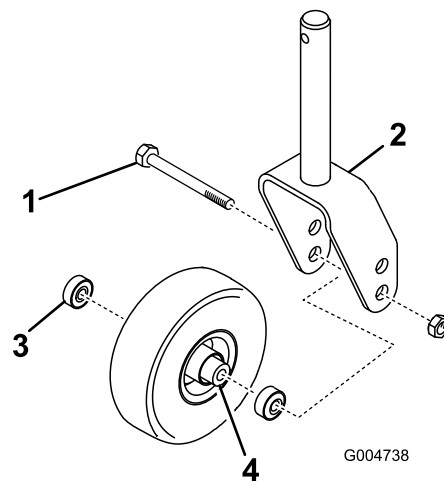
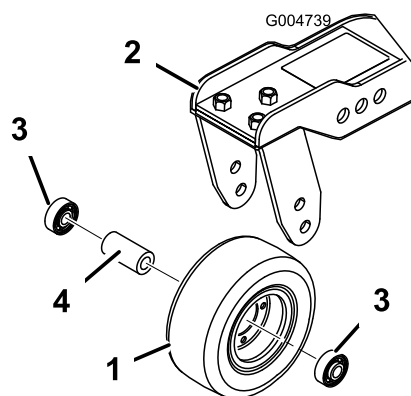

Figura 82
Figura 83
1. Togliete il dado di bloccaggio dal bullone che fissa il gruppo ruota orientabile alla forcella (Figura 82) o al braccio di rotazione (Figura 83).
2. Togliete il cuscinetto dal mozzo della ruota e lasciate cadere il distanziale del cuscinetto (Figura 82 e Figura 83).